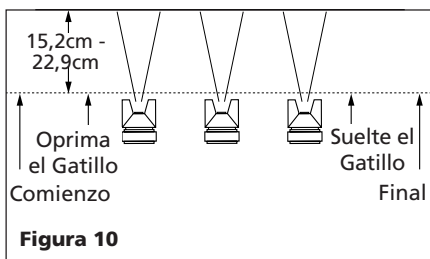

Figura 10
3. Oprima el gatillo adecuadamente. Comience a mover la pistola ANTES DE OPRIMIR EL GATILLO y deje de oprimírselo ANTES DE PARAR DE MOVERLA. Este procedimiento le permitirá que el acabado sea parejo sin dejar rastros de donde se unen las diferentes manos de pintura (Vea la Figura 10).